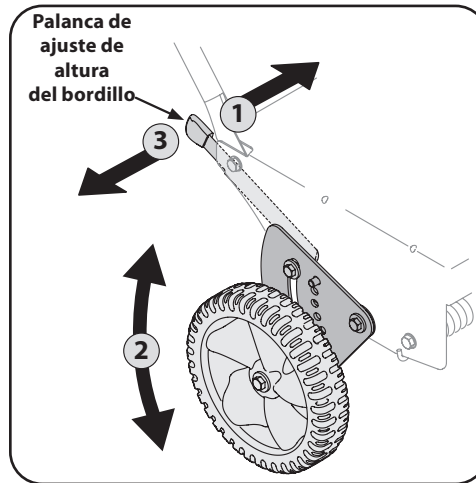

Figura 3-4
1. Baje la rueda posterior derecha moviendo la palanca de ajuste de la altura del bordillo ligeramente a la izquierda. Vea la Figura 3-4.
3. Suelte la palanca de ajuste de la altura del bordillo para trabar la rueda en esa posición. Vea la Figura 3-4.